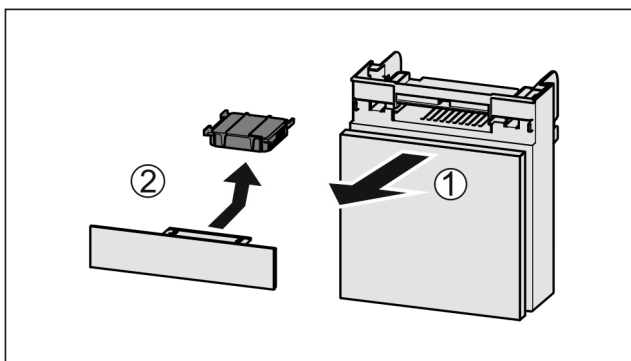

Fig. 131
- ▶ Потягніть Fig. 131 (1) відділення вперед.
- ▶ Витягнути Fig. 131 (2) фільтр з активованого вугілля.